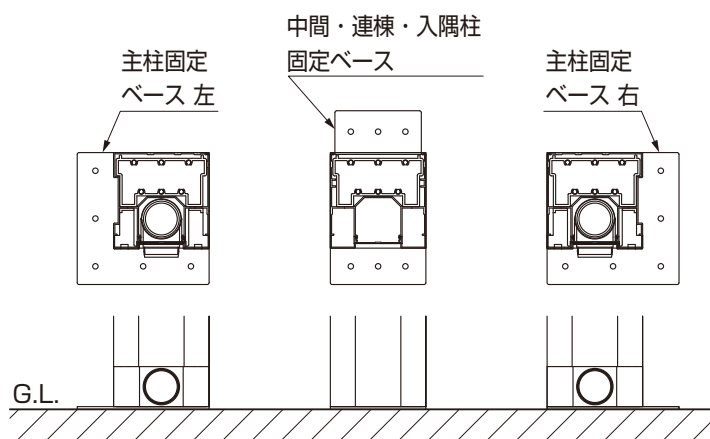

図3-12 柱固定ベース位置関係
- 柱固定ベースの左右を間違えないよう、注意してください。(図3-12参照)